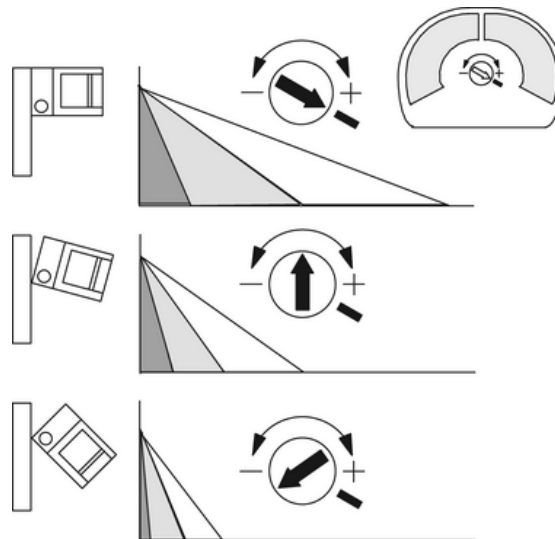

Bild 22
- Zunächst die größte Empfindlichkeitsstufe wählen und nach Neigung des Sensorkopfes die Empfindlichkeit reduzieren (Bild 22).